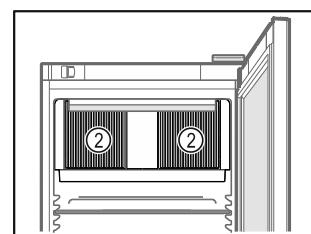

Fig. 72
- Не закрывайте вентиляционную щель Fig. 72 (2) вентилятора циркуляционного воздуха во внутренней камере.